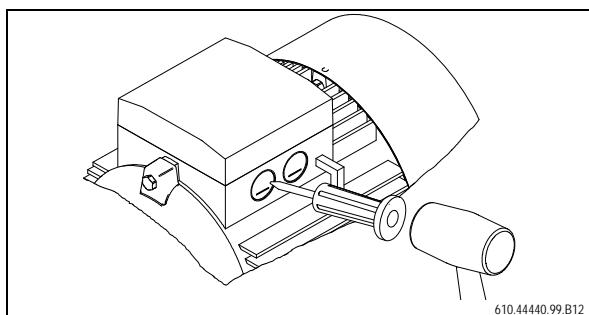

Fig. 11 : Revêtir ouvertures boîte à connexion
- Enlever correctement peau de fonte / bouchon obturateur Fig. 11, page 19).